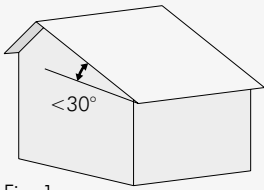

Fig. 1
Le travail sur toiture fait référence uniquement aux toits ayant une inclinaison inférieure à 30° (Fig. 1) où l'opérateur, afin de travailler en toute sécurité, devra être attaché à une ligne de vie horizontale flexible déjà installée sur le faîtage (A). Si cette dernière n'est pas présente, un opérateur ayant une qualification adéquate devra installer une ligne de vie temporaire (B) grâce à laquelle il sera possible de travailler en sécurité.
Unter Höhenarbeit auf dem Dach versteht man nur jene Dächer mit einer Schräge von weniger als 30° (Abb. 1), wo sich der Arbeiter, um in Sicherheit arbeiten zu können, in eine horizontale, flexible Lifeline hängt, die bereits auf dem Dachfirst (A) installiert worden ist. Sollte diese nicht vorhanden sein, muss ein Arbeiter mit den nötigen Qualifikationen eine temporäre Lifeline (B) installieren, damit die Höhenarbeit in aller Sicherheit ausgeübt werden kann. Der Zugang zum Dach kann folgendermaßen geschehen: